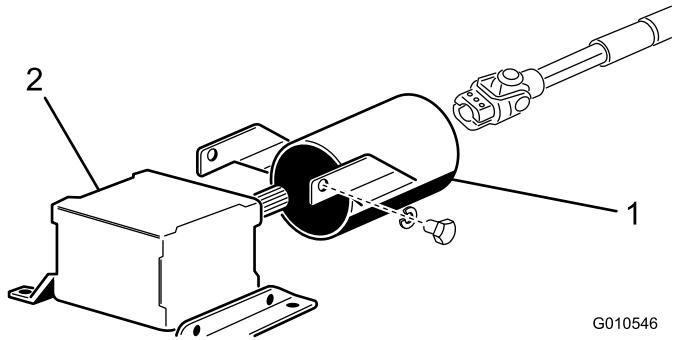

Figura 8
- Retire os 2 parafusos e anilhas de bloqueio que prendem os suportes de montagem do resguardo da tomada de força à caixa de engrenagens (Figura 8).
- Deslize o resguardo do veio da tomada de força no veio da tomada de força, posicionando o resguardo como se mostra na Figura 8.